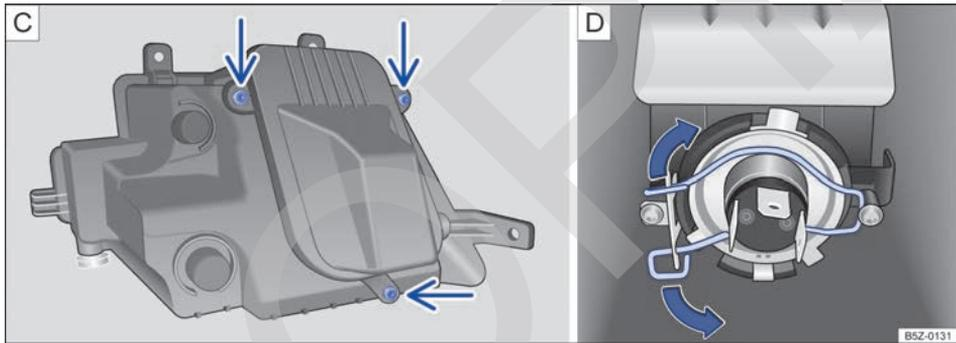

Fig. 175 En el parachoques delantero: **C** retirar los tornillos de la cubierta de la bombilla y **D** bombilla del farol de neblina.
5. Retirar los tornillos indicados por las flechas → **fig. 175 C**, para acceder a la bombilla del farol de neblina.
Comprimir el muelle de bloqueo en el sentido de la flecha y desplazarlo, para desbloquear la bombilla → **fig. 175 D**.